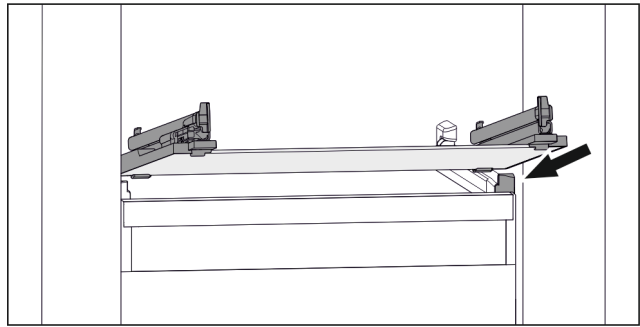

Fig. 98 Приблизне відображення скляної пластини
- ▶ Встановити скляну пластину за стопорами навкосо. (див. Fig. 98)